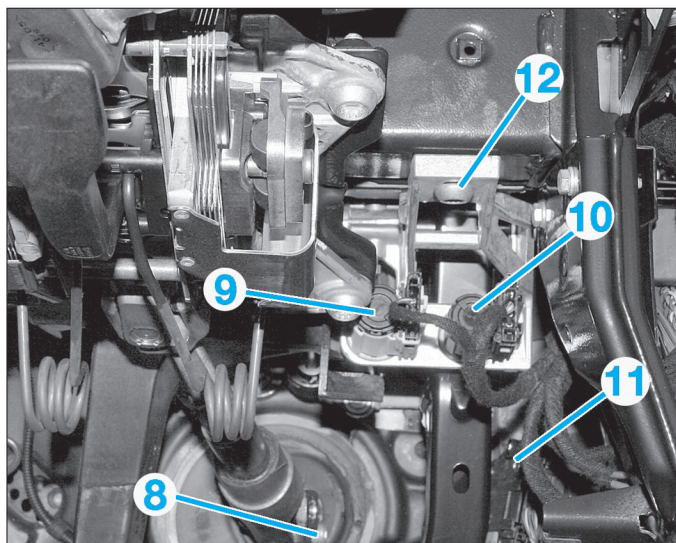
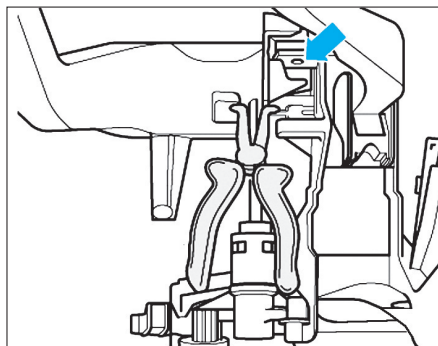

Fig. 8
Fig. 9
- Désolidariser la chape de colonne de direction du boîtier de direction (8) (Fig.8).
- Débrancher les connecteurs du contacteur de pédale d'embrayage (9), du contacteur de feux stop (10) et du module de pédale d'accélérateur (11).
- Dévisser la vis de fixation (12) du pédalier et le retirer.
- Introduire la pince dans le creux de la pédale d'embrayage, comprimer le support et désolidariser la pédale d'embrayage du cylindre émetteur d'embrayage (Fig.9).